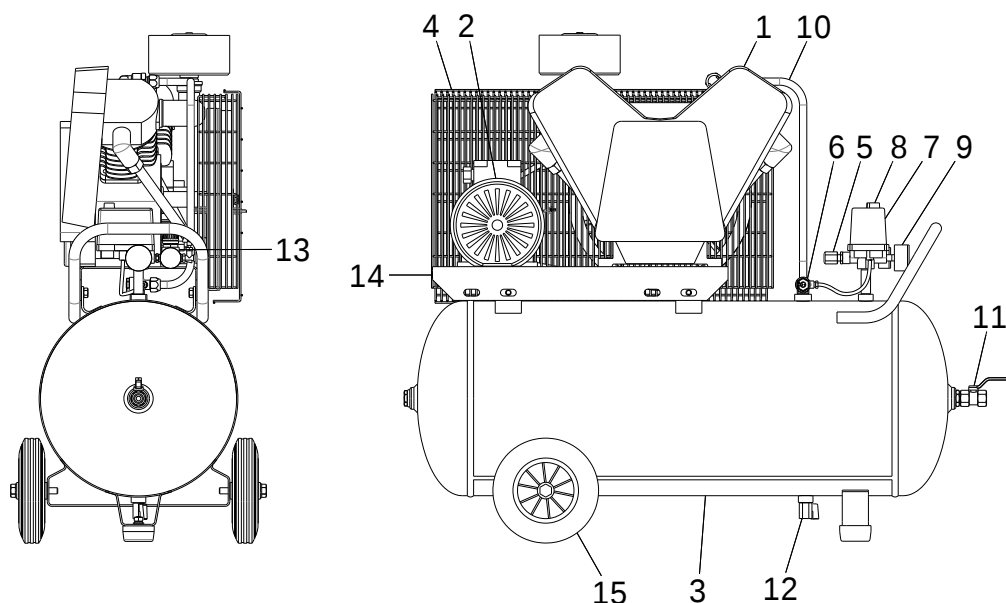

Рисунок 5
6.4.3 Подсоединение компрессора к воздушной сети необходимо выполнять через кран (поз. 11, рисунок 5).
Компрессор (рисунок 5) состоит из следующих основных сборочных единиц и деталей: блока компрессорного 1, электродвигателя 2, ресивера 3, защитного ограждения 4, предохранительного клапана 5, обратного клапана 6, маностата 7, манометра 9, воздухопровода 10, крана 11, конденсатоотводчика 12, регулятора давления 13, платформы 14, колес 15.